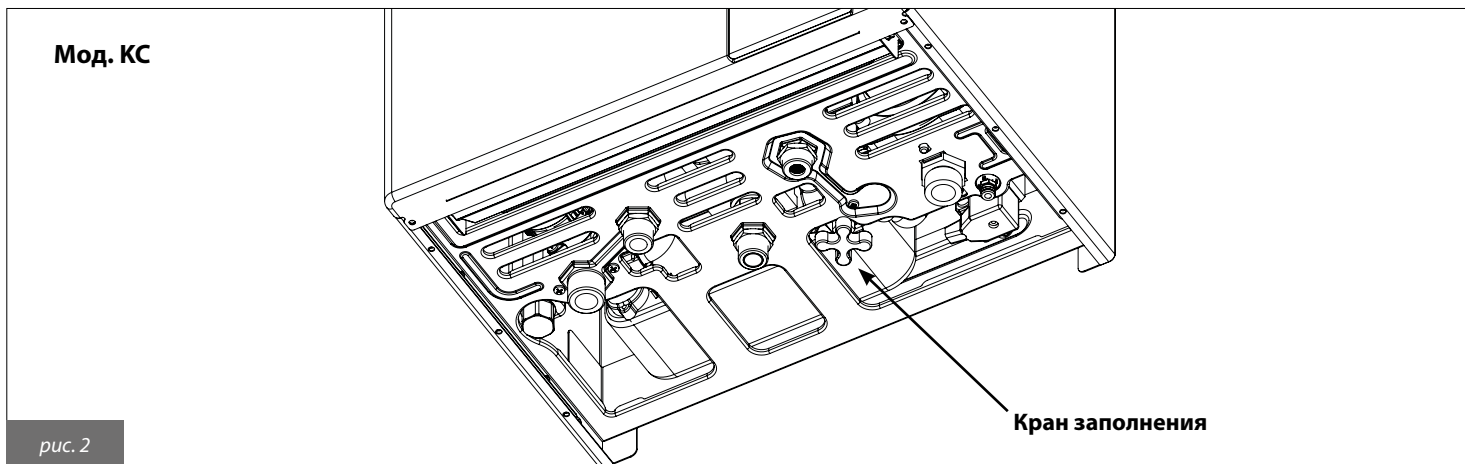

рис. 2
В случае мигания кода ошибки **E04**, означающего блокировку из-за недостаточного давления воды в системе (при этом срабатывает предохранительное реле давления воды) долейте воду в систему через кран заполнения, расположенный под котлом для мод. КС или с помощью крана, расположенного на потрубке подачи холодной воды для мод. KR/KRB (рис. 2).
- чтобы залить воду в котел, поверните против часовой стрелки кран заполнения, расположенный под котлом для мод. КС, или откройте кран, расположенный на потрубке подачи холодной воды для мод. KR/KRB (рис. 2);
- закройте воду, повернув по часовой стрелке кран заполнения, расположенный под котлом для мод. КС, или закройте кран, расположенный на потрубке подачи холодной воды для мод. KR/KRB (рис. 2).
рис. 2а